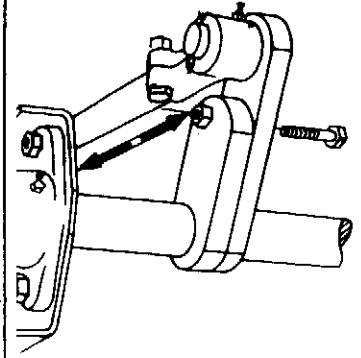

Abb. 35
65. Um Getriebe und Streuwerk vor Überlastung zu schützen, ist in der Pendelwelle eine Abscherschraube (Abb. 35) vorgesehen.
65 To protect the gearbox and spreader mechanism against overload, a shear bolt (Fig. 35) is incorporated in the floating shaft. Before inserting a new bolt, first check what caused the overload. Replace severed bolt with Hex bolt M12x60 (DIN 601-4D) only.
65. Afin de protéger les engrenages et l'épandeur contre toute surcharge, l'arbre oscillant est équipé d'un boulon de cisaillement (fig. 35). Avant de monter un boulon neuf, rechercher la cause de la surcharge. Utiliser uniquement une vis tête 6 pans M 12-60 DIN 601 4 D.
65. Om overbelasting van het drijfwerk en de strooier te voorkomen is in de schommelmelas een veiligheids-schroef (druk door afschuiving) (fig. 35) voorzien. Vooraleer een nieuwe schroef te plaatsen moet worden nagegaan waar door de overbelasting is ontstaan. Slechts volgende vervangschroef mag worden aangebracht.